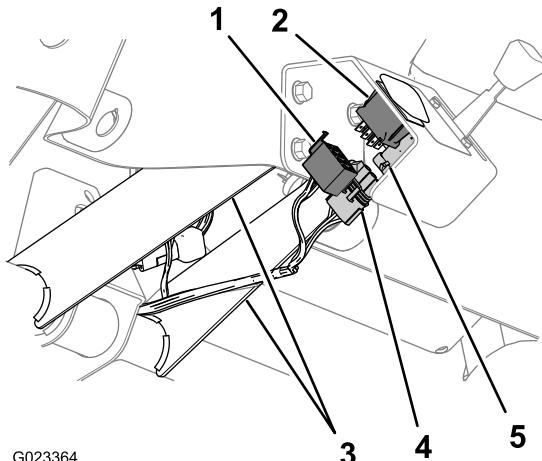

図 23
1. スロットルキットのハーネスの枝線を、ダッシュサポートの2枚の縦フランジの間に通し、そこから後ろに回してハンドスロットルとモードスイッチまで敷設する図23。
2. スロットルキットのハーネスの3ソケットコネクタを、ハンドスロットルのコネクタに接続する図23。
3. スロットルキットのハーネスの8ソケットコネクタを、モードスイッチのコネクタに接続する図23。